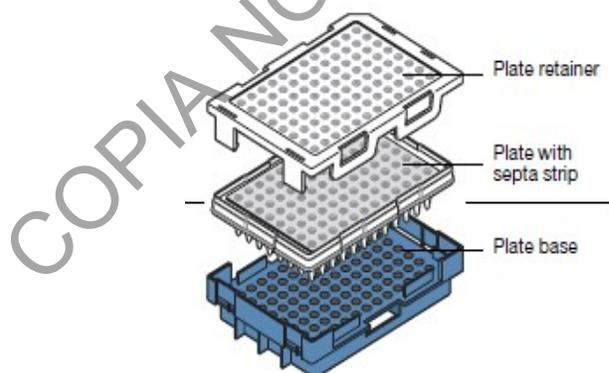

Figura 29. Ensamblaje del plato con la base y el cobertor.
7.12.8 Alinee los agujeros de la septa con los pozos del plato, luego presione hasta que se ajuste el plato (ver figura 29).
7.14.7 Coloque el cobertor sobre la placa de manera que todos los hoyos queden bien cubiertos (figura 29).
7.14.11 Coloque el sujetador, presionándolo contra el cobertor de manera que quede bien ajustado con la base, como se muestra en la figura 29.